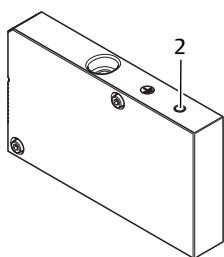

Fig. 8: Raccord FE
1. Pour dissiper les interférences CEM, relier le raccord FE (2) sur la plaque terminale gauche à la mise à la terre avec un câble à basse impédance. Voir → Fig. 8.